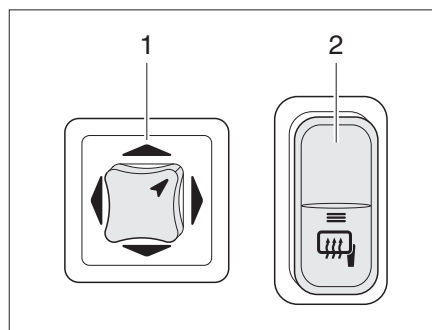

Bild 30 Schalter für elektrisch einstellbare Außenspiegel und Spiegelheizung
*Einstellen:* ■ Den Spiegel, der eingestellt werden soll, wählen. Dazu den Drehschalter (Bild 30,1) nach links oder rechts drehen.
■ Den Spiegel durch Drücken des Schalters (Bild 30,1) in die entsprechende Richtung einstellen.
*Heizung einschalten:* ■ Den Schalter (Bild 30,2) drücken. Die Kontroll-Leuchte im Schalter leuchtet orange und zeigt den Betrieb an.